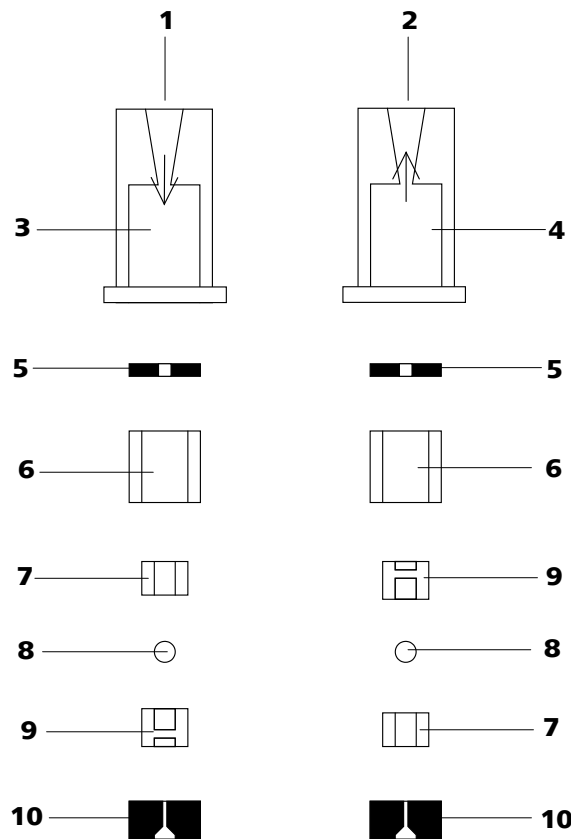

Figura 36 Componentes de la válvula de entrada y de la válvula de salida
- Las válvulas de entrada y de salida están integradas por los mismos componentes, que solamente están dispuestos de forma diferente (véase Figura 36, página 75).
Vuelva a montar los componentes de la válvula según la figura 36, página 75.
- Coloque los componentes restantes de la válvula en orden correcto (véase Figura 36, página 75) uno encima del otro
En caso contrario, se deberá volver a desmontar la válvula y montarla correctamente (véase Figura 36, página 75).